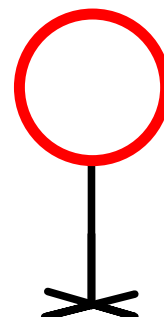

图3 圆框示意图
(4) 送货目标中的数字并非给无人机识别用，仅为了描述、记录方便，颜色与目标底色相近。
(5) 作业区域中标志“A”所在附近区域可放置供无人机穿越的圆框，见图3，圆框可采用外径约 110cm 的红色呼啦圈，呼啦圈固定在地面支架上，圆心高度约 150cm，支架为黑色。
(6) 400cm×500cm 作业区四周及顶部设置安全网，安全网支架在安全网外。
(7) 测试现场避免阳光直射，但不排除顶部照明灯及窗外环境光照射，参赛队应考虑到测试现场会受到外界光照或室内照明不均等影响因素；测试时不得提出光照条件要求。